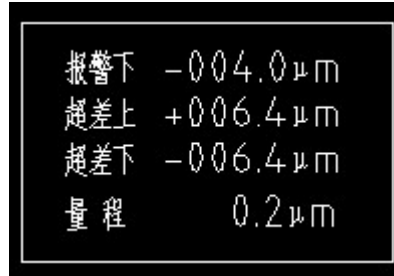

图 5
10. “报警下”设置如图 5，单位 μm ，报警下限等于下偏差减 1/8 公差值。设置方法与“校件上”相同。按“SET”键进入下一项设定。
11. “超差上”设置如图 5，单位 μm ，设置方法与“校件上”相同。按“SET”键进入下一项设定。
12. “超差下”设置如图 5，单位 μm ，设置方法与“校件上”相同。按“SET”键进入下一项设定。
13. “量程”设置如图 5，单位 μm ，0.1 μm 、0.2 μm 、0.5 μm 、1 μm 四档可选择，按“SET”键返回主菜单。